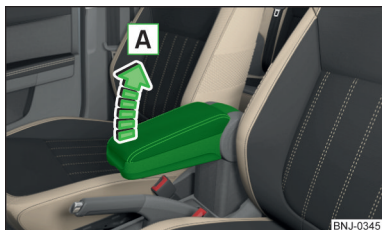

Abb. 69
- Zur **Höheneinstellung** die Armlehne in Pfeilrichtung **A** in eine der Raststellungen anheben » Abb. 69.